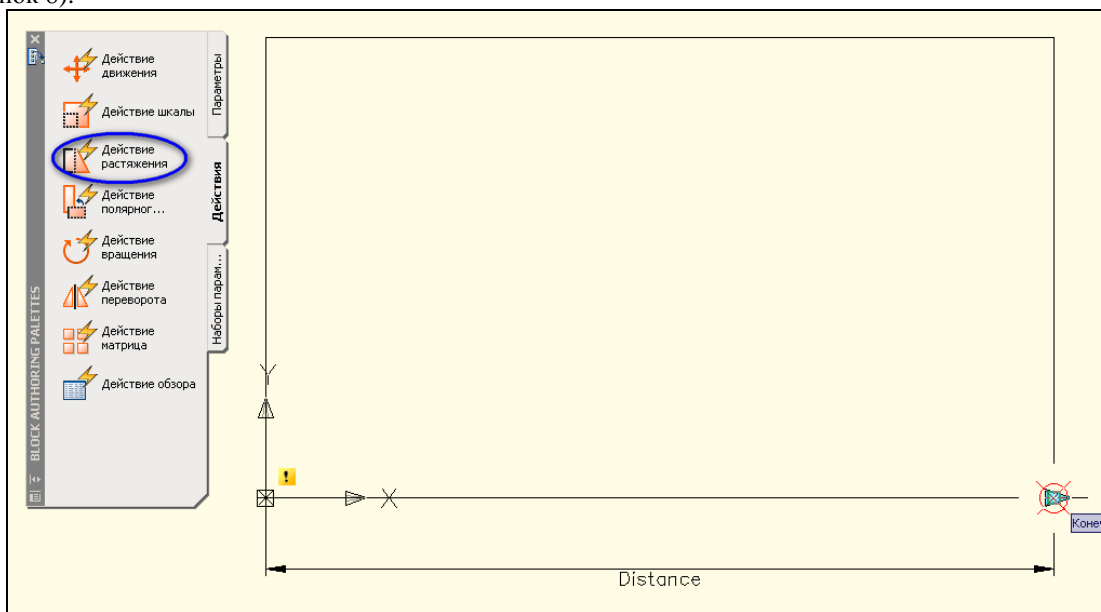

Рисунок 8 – Задание растяжения
3.9 На панели «Свойства», на вкладке «Действия» выбираем «Действие растяжения». В качестве объекта указываем линейный размер левой кнопкой мыши, далее указываем ручку, за которую будем тянуть (рисунок 8).